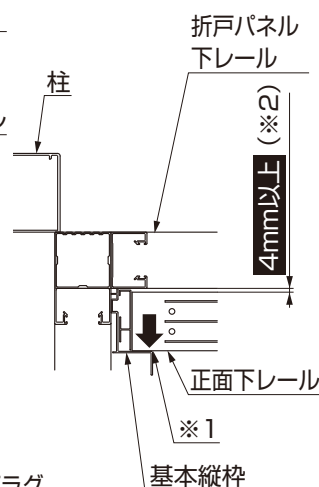

図1-23
- 正面下レールは基本縦枠のフィンに当てるようにして取付け位置を確認してください。（※1）その際に、折戸パネルの下レールと網戸の正面下レールの間に4mm以上のすき間を確認してください。（※2）（図1-23）